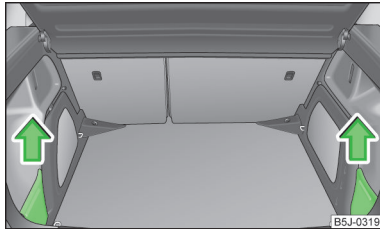

Abb. 92
- Die Abdeckung am oberen Teil fassen und vorsichtig in Pfeilrichtung » Abb. 92 herausnehmen.